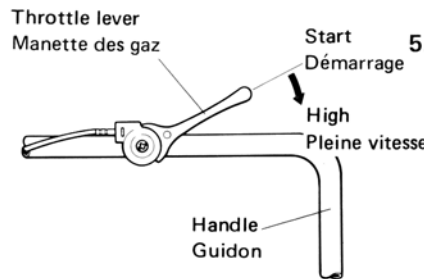

Fig. 3
- Set the throttle lever to the "Start" position. (fig 3)
- Régler le levier des gaz sur la position "Start" (Démarrage) (Fig. 3).